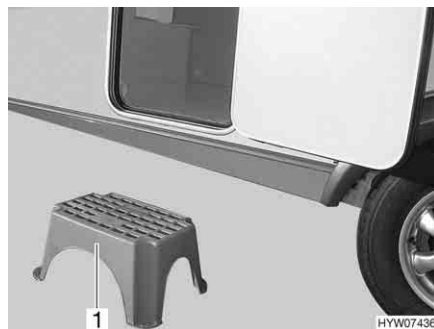

Bild 20 Eintrittstufe (frei stehend)
- Die Eintrittstufe (Bild 20,1) vor den Eingang des Caravans stellen.